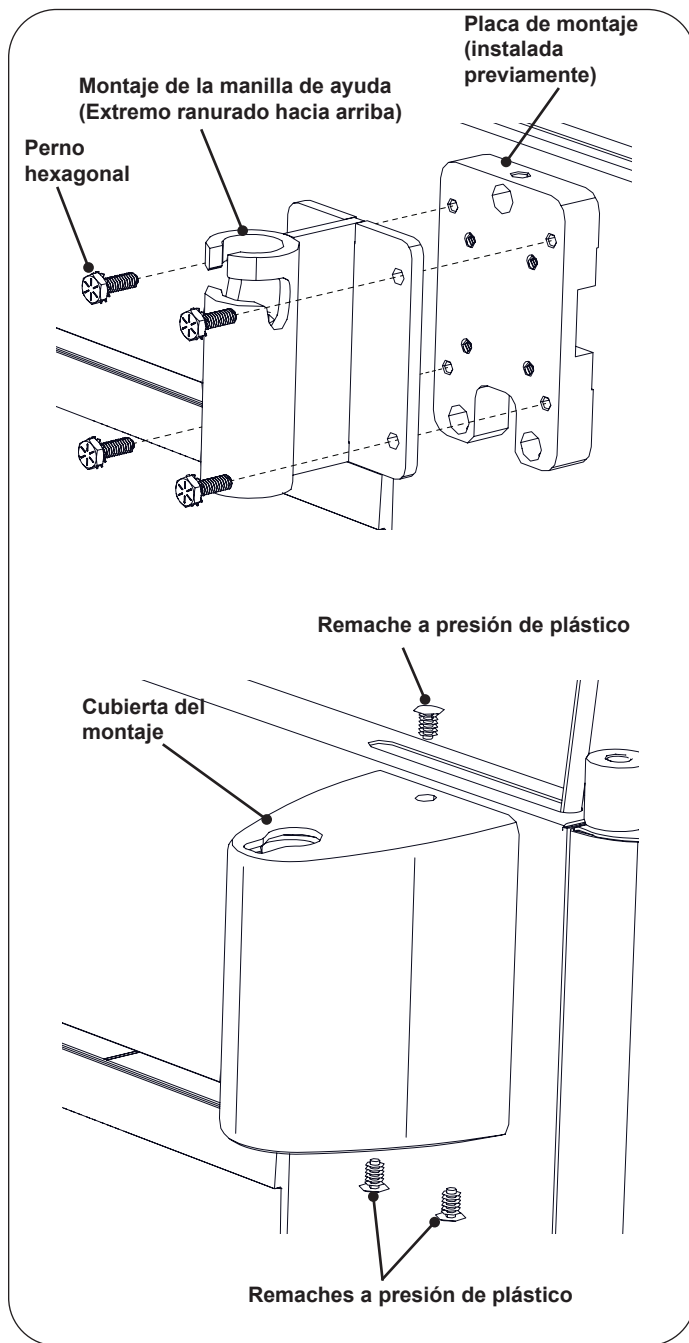

Figura 6. Instalación de las manillas de ayuda para pacientes
1. Alinee el montaje de la manilla de ayuda con el patrón de orificios en la placa de montaje (instalada previamente en la mesa). Asegúrese de que el extremo ranurado del montaje de la manilla esté orientado hacia arriba. Use los 4 pernos de cabeza hexagonal para fijar el montaje en la placa. (Consulte Figura 6)
2. Deslice la cubierta del montaje sobre el montaje de la manilla de ayuda con el corte de chaveta orientado hacia arriba. Alinee el orificio de montaje superior con el orificio en la parte superior de la placa de montaje. Inserte un remache a presión de plástico y presione con el pulgar hasta que esté a ras con la parte superior de la cubierta (consulte la Figura 6).